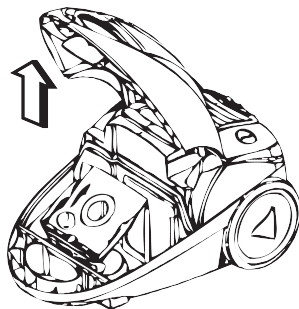

Figura 10
1. Non appena l'indicatore "sacchetto pieno" diviene completamente rosso, è necessario sostituire immediatamente il sacchetto; vedere figura 10.